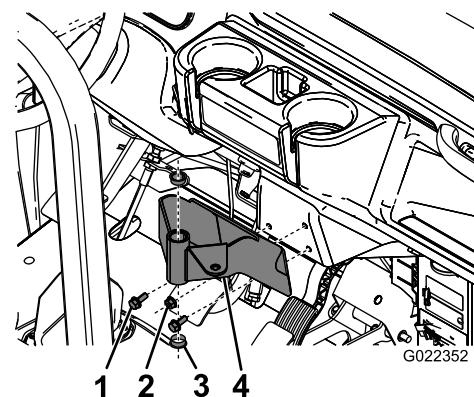

Figura 6
- Inserte los 2 pernos y tuercas con arandela prensada en el soporte de montaje (Figura 6).
- Instale el soporte de montaje de la consola en el salpicadero (o la placa adaptadora) del Workman usando 3 pernos y 3 tuercas con arandela prensada, según se muestra en Figura 6.